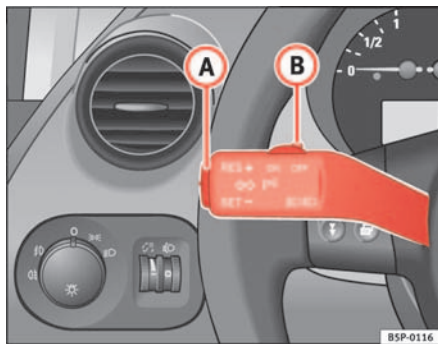

Fig. 143 Leva degli indicatori di direzione e degli abbaglianti: l'interruttore e il tasto di comando del regolatore di velocità
- Quando il veicolo raggiunge la velocità che si intende poi mantenere, premere una sola volta sulla parte inferiore del tasto **SET** ⇒ fig. 143 **A**.